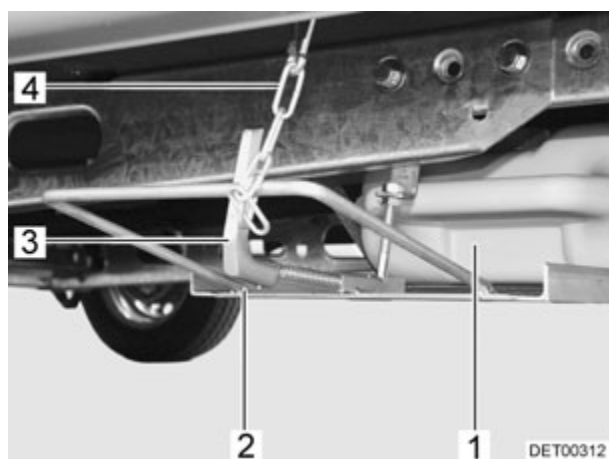

Fig. 134 Réservoir d'eaux usées (Pack Autarcie)
- Desserrer la chaîne de sécurité (Fig. 134,4).
- Appuyer sur la poignée tournante (Fig. 134,3) vers l'intérieur et la faire pivoter d'un quart de tour dans le sens des aiguilles d'une montre.
- Faire basculer le réservoir d'eaux usées avec le support (Fig. 134,2) vers l'avant et le bas.
- Retirer le réservoir d'eaux usées (Fig. 134,1).